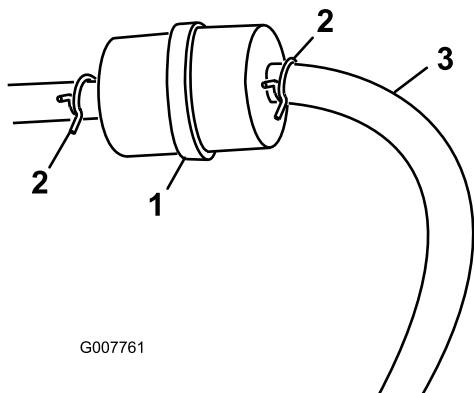

Bild 26
3. Drücken Sie die Enden der Schlauchklemmen zusammen und schieben Sie sie vom Filter weg (Bild 26).
5. Setzen Sie einen neuen Filter ein und schieben Sie die Schlauchklemmen an den Filter heran (Bild 26).
3. Lockern Sie die Schlauchklemme am Kraftstofffilter und schieben Sie sie an der Kraftstoffleitung weg vom Kraftstofffilter (Bild 26).
4. Schließen Sie die Kraftstoffleitung vom Kraftstofffilter ab (Bild 26).
Hinweis: Lassen Sie den Kraftstoff in einen Kraftstoffkanister oder eine Auffangwanne ablaufen (Bild 26).
5. Bringen Sie die Kraftstoffleitung am -filter an. Schieben Sie die Schlauchklemme ganz an den Kraftstofffilter heran, um die Kraftstoffleitung zu befestigen (Bild 26).